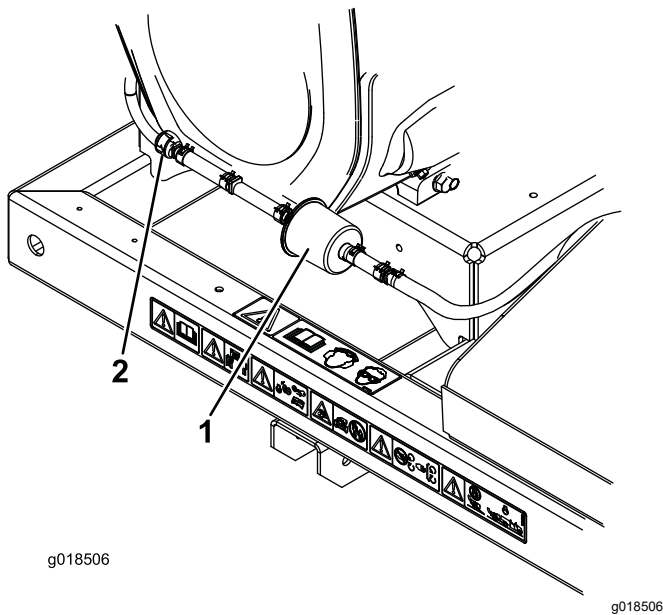

Figure 19
2. Éloignez du filtre les colliers de flexible à ressort de chaque côté du filtre à charbon actif de tuyau de purge (Figure 19).
3. Déposez le filtre à charbon actif et mettez-le au rebut (Figure 19).
4. Posez un filtre neuf dans le flexible en dirigeant la flèche vers le clapet antiretour et fixez-le en place avec les colliers (Figure 19).